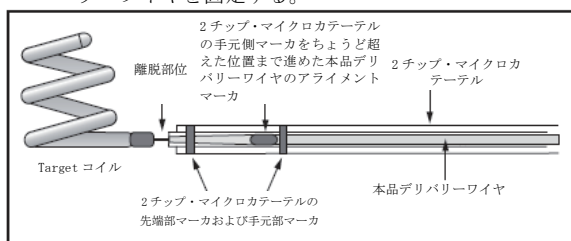

図5: エックス線不透過性マーカの最適な位置合わせ
- 本品を進め、デリバリーワイヤのエックス線不透過性の手元部マーカが2チップ・マイクロカテーテルの手元部マーカの先端部をちょうど超えたところに一致するよう正確に位置を合わせる（下記の図5参照）。RHVを締め、デリバリーワイヤを固定する。